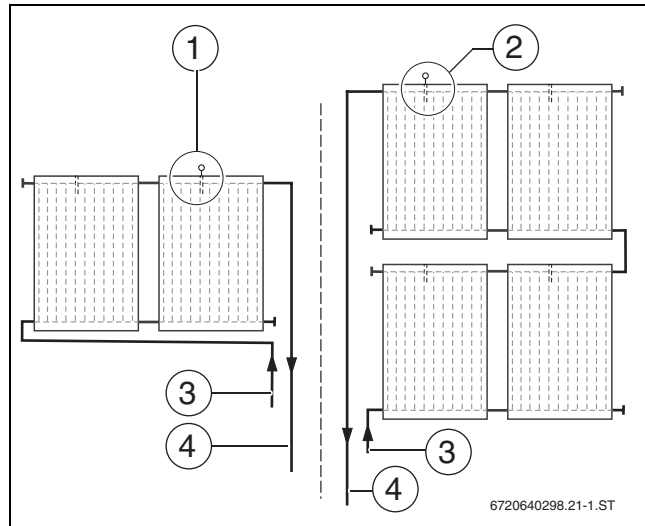

Fig. 57 Posição da sonda do colector
▶ Montar a sonda do colector no colector com o tubo de avanço ligado (→ fig. 57).